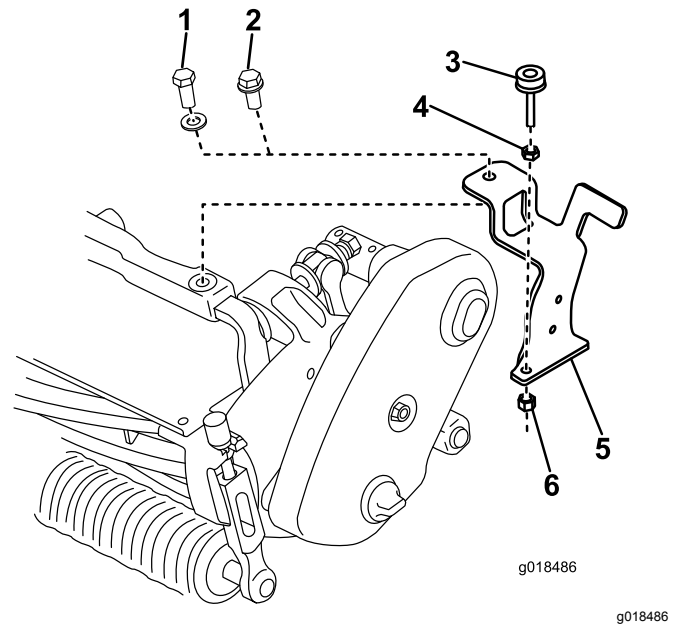

Figura 2
- En los modelos Flex 1800/2100, sujete el soporte del cepillo al bastidor delantero y a la pestaña con un perno con arandela prensada ($\frac{3}{8}$ " x 1"), tal y como se muestra en la Figura 2.
- En los modelos Flex 18/21, sujete el soporte del cepillo al bastidor delantero y a la pestaña con un perno nuevo (M10 x 30 mm) y la arandela que retiró anteriormente (Figura 2).
4. Monte provisionalmente el tornillo de ajuste de nivel en el soporte del cepillo con una tuerca autoblocante (5/16") y una contratuerca (5/16"), tal y como se muestra en la Figura 2.